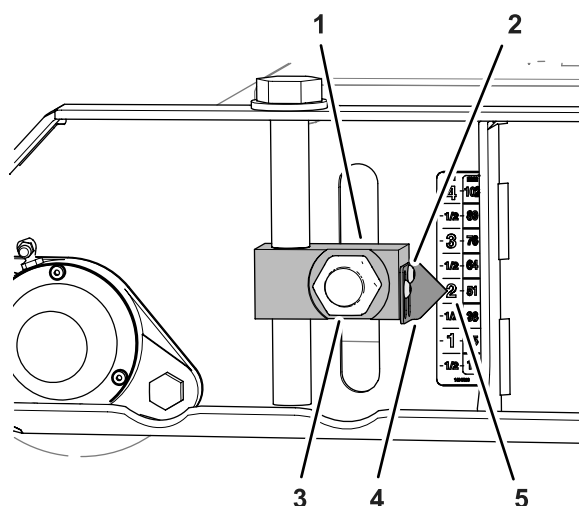
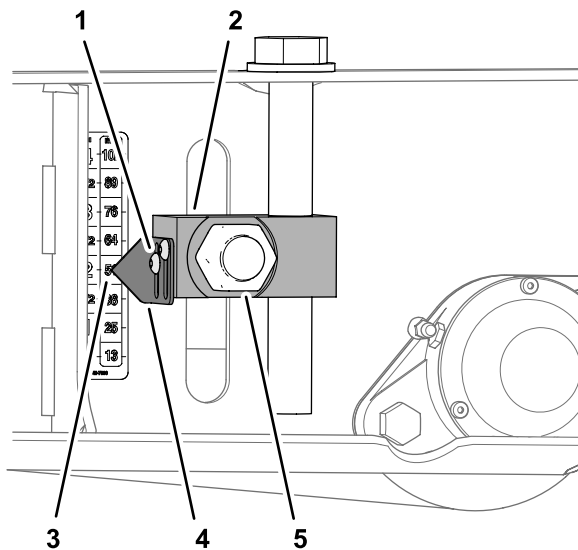

Рисунок 82
Рисунок 84
- Ослабьте 2 винта с внутренними шестигранниками, которые крепят указатель к блоку регулятора высоты скашивания, совместите указатель с отметкой «51 мм» («2 дюйма») на наклейке и затяните винты (**Рисунок 82**).
6. Ослабьте винты с внутренними шестигранниками, которые крепят 2 указателя к блоку регулятора высоты скашивания, совместите указатель с отметкой «51 мм» («2 дюйма») на наклейке и затяните винты (Рисунок 84).
7. Затяните 4 гайки крепления 4 блоков регуляторов высоты скашивания (Рисунок 82 и Рисунок 84) переднего и заднего валков с моментом от 322 до 396 Н·м.